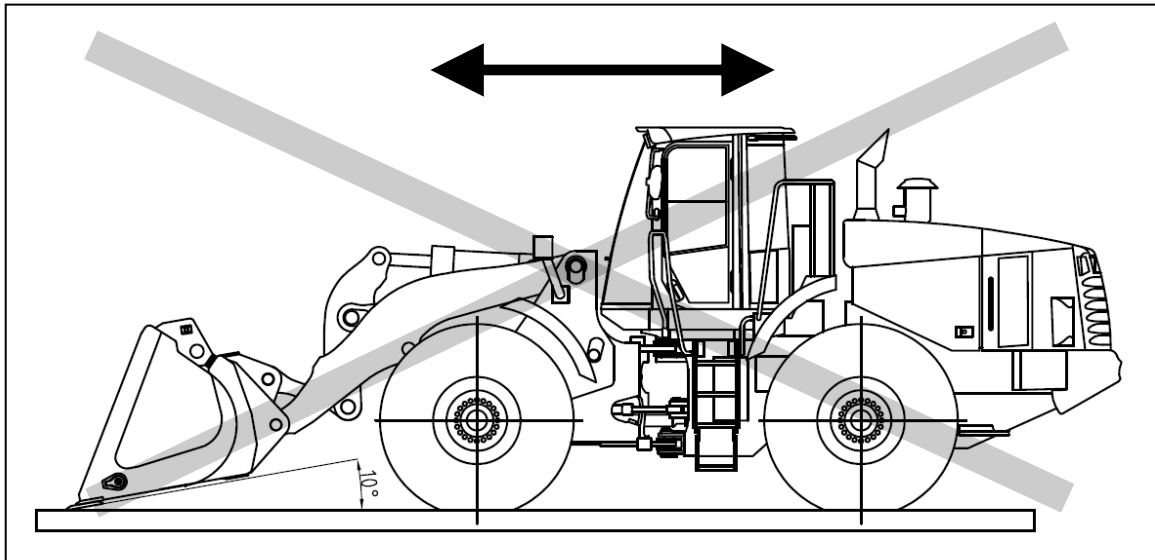

Abb. 6.2: Schaufelanstellwinkel größer 10°: Übermäßige Zugkraft ist zu vermeiden!
- Wenden Sie niemals übermäßige Zugkraft auf die Schneidkante an, wenn diese um mehr als 10° nach vorn gekippt ist (siehe Abb. 6.2). Nichtbeachtung kann zu Schäden am Anbaugerät führen.